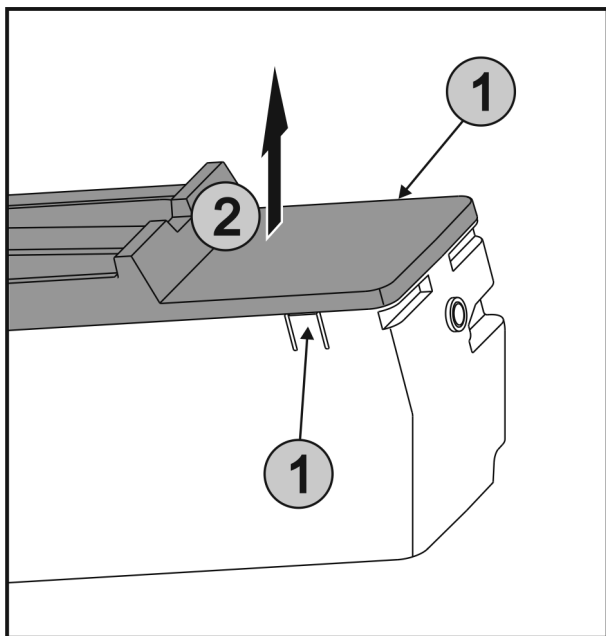

Fig. 60
- ▶ Stlačte západky Fig. 60 (1) na obou stranách EasyTwist-Ice současně a sejměte kryt Fig. 60 (2) směrem nahoru.